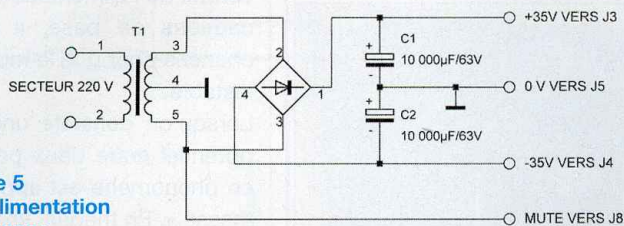

Figure 5
- Le schéma de la figure 5 montre la manière de câbler l'alimentation de la fonction « mute ».
Le schéma de la figure 5 représente un modèle d'alimentation symétrique classique, équipé de condensateurs de fortes valeurs. Il est toujours possible d'augmenter la batterie de condensateurs.
L'entrée mute (J8) est à connecter sur le secondaire du transformateur d'alimentation de puissance, comme l'indique le schéma de la figure 5.